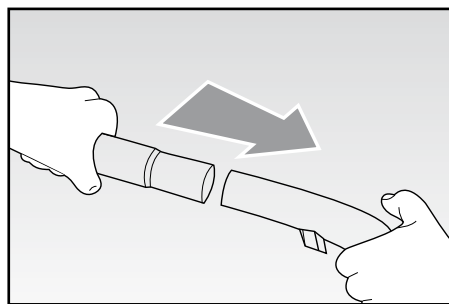

Fig. 3
- Inserire il tubo telescopico (O) sull'impugnatura (Fig. 3).